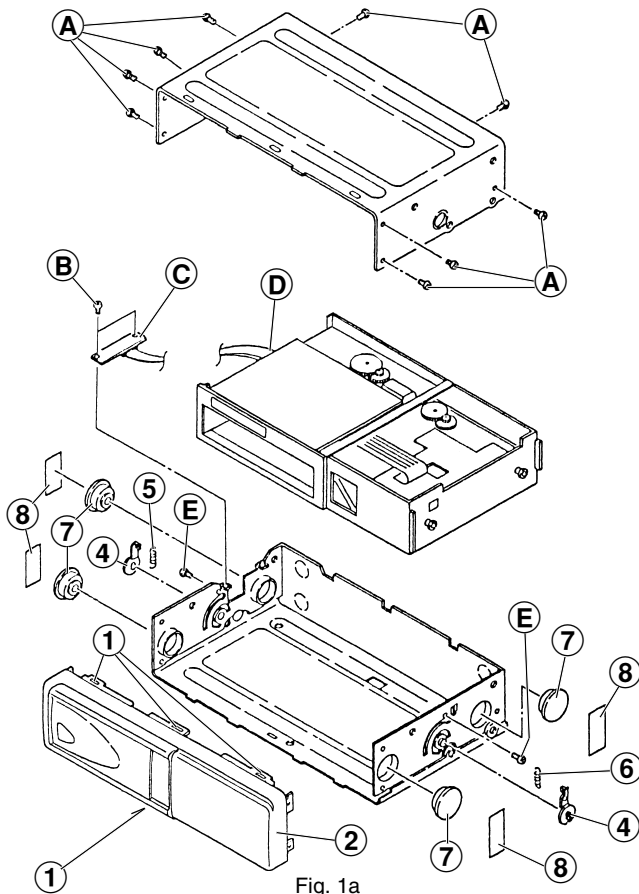

Fig. 1a
Gehäuseoberteil abnehmen (Fig. 1a)
Gehäuseunterteil abnehmen (Fig. 1a)
- Die 2 Schrauben (B) herauserschrauben und Anschluss-Platte (C) abnehmen.
- Die 4 Klebstreifen (8) abziehen und die 4 Dämpfer (7) nach aussen herausziehen.
- Die Federn (5) und (6) aushängen.
Hebel (4) ausbauen (Fig. 1a)
- Die 2 Schrauben (E) herauserschrauben.
- Die Hebel (4) bis zur Aussparung drehen und nach aussen herausnehmen.
Removing the upper part of the cabinet (Fig. 1a)
Removing the bottom part of the cabinet (Fig. 1a)
- Undo 2 screws (B) and remove the Connection Board (C).
- Remove the 4 pieces of adhesive tape (8) and pull out the 4 dampers (7).
- Unhook the springs (5) and (6).
Removing the levers (4) (Fig. 1a)
- Undo 2 screws (E).
- Turn the levers (4) to the outcut and take them out.